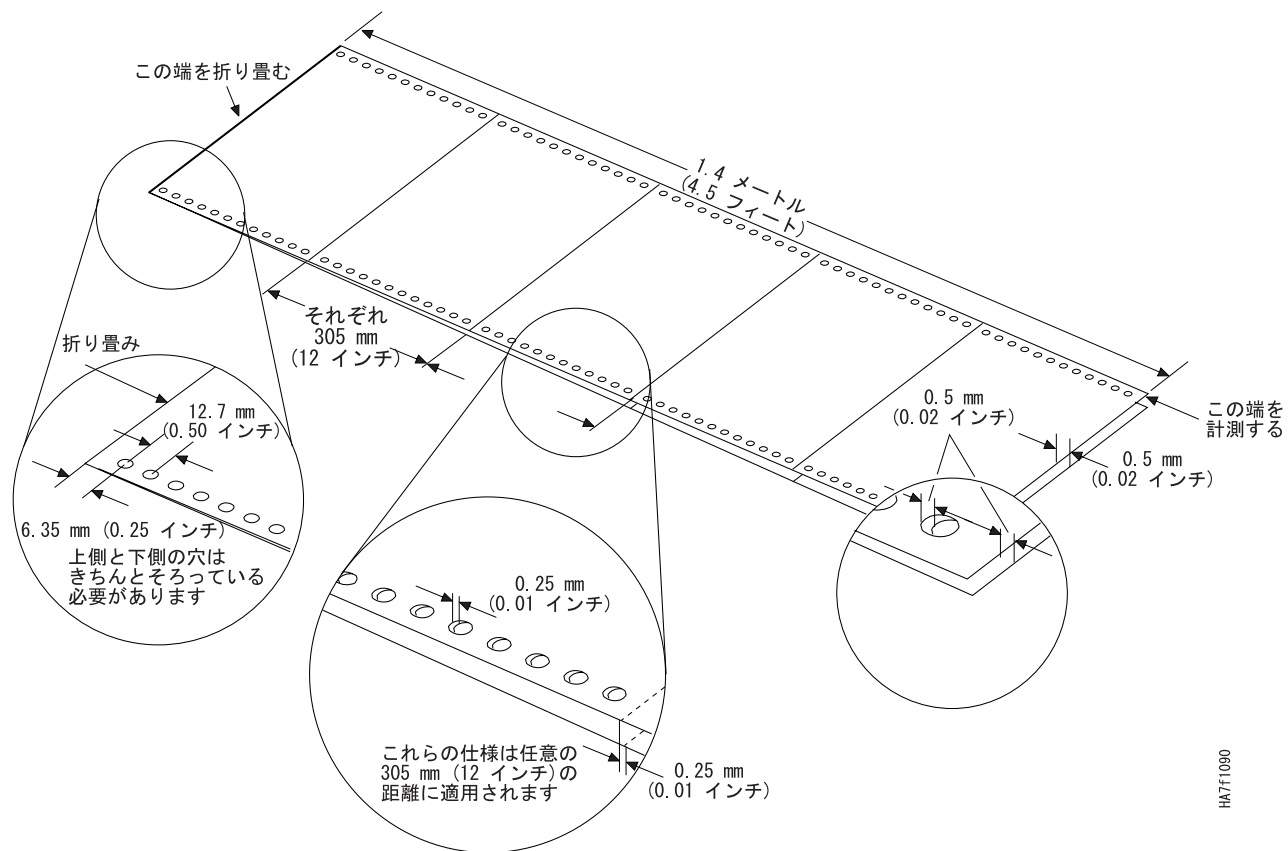

図 14. ミシン目の正確度
3. 15 ページの図 14 に示すように、先頭の用紙の端か送り穴と、最後の用紙の端か送り穴の間の距離を測ります。
4. 15 ページの図 14 を参照し、各端に沿って測定し、用紙の**任意の** 305 mm (12 インチ) のうち、上側の用紙の送り穴またはページ・ミシン目の端から下側の用紙の送り穴またはページ・ミシン目の端までの距離が 0.25 mm (0.01 インチ) を超えていないか検査します。